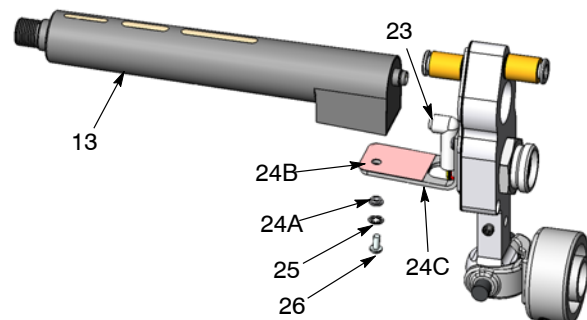

Fig. 32 Remplacement du multiplicateur
4. Voir la figure 32. Retirer la vis (26) et la rondelle frein (25), puis retirer le multiplicateur (13) de la console (24C).
5. Débrancher la fiche du faisceau (23) du multiplicateur.